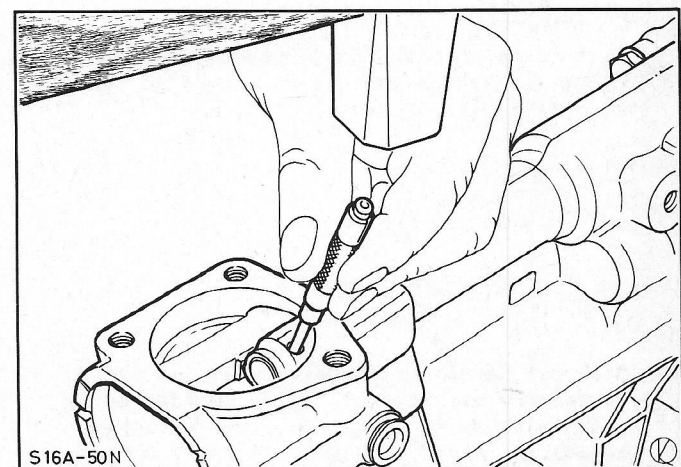

Fig. 9 Verbindingsstuk van schakelstang verwijderen.
10. Verwijder het verbindingsstuk van het versnellingshandel op de schakelstang. Druk hiervoor de schakelstang naar achteren in de achteruitversnelling en ondersteun het verbindingsstuk. Hierna kan de borgstift uit de boring worden getikt, fig. 9.